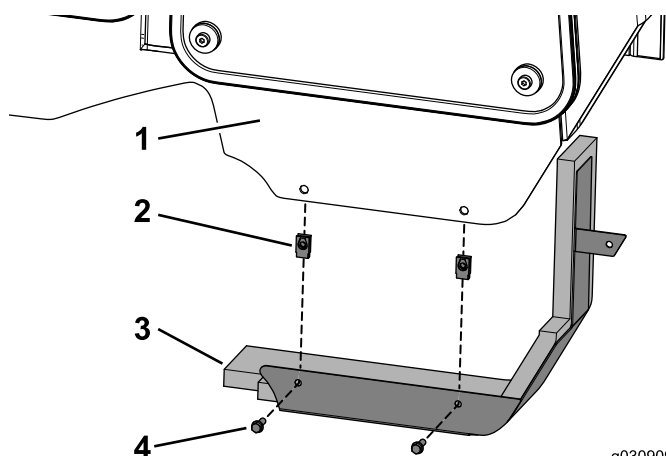

Figura 29
1. Instale las 2 tuercas rápidas en el bastidor de la cabina (Figura 29).
2. Sujete el panel a la cabina usando los 2 pernos ($\frac{1}{4}$ " x $\frac{3}{4}$ "), como se muestra en Figura 29.